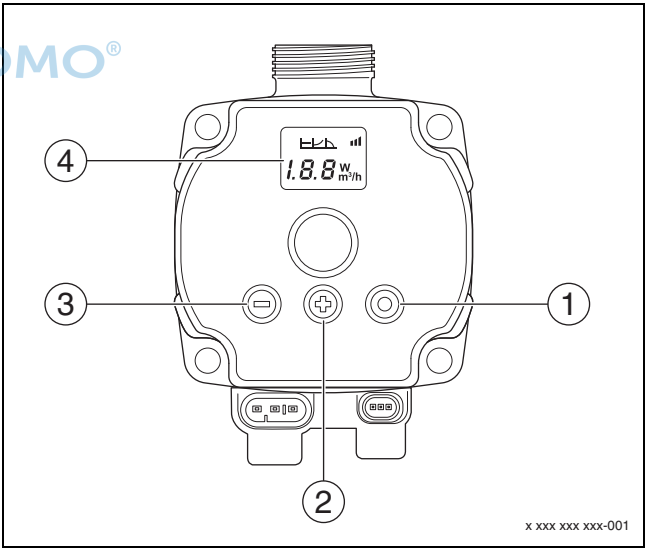

Fig. 7 Impostazioni pompa Calio SI 25-80 HP PWM
- Premere l'interruttore (→ fig. 7 [1]) per attivare il display (→ fig. 7 [4]) dalla modalità di attesa.
3. Per impostare il valore nominale, premere l'interruttore (+) o (-) (→ fig. 7 [2] e [3]) finché ON. Appare il segnale analogico 0-10 V.
4. Per accettare il valore nominale impostato, premere l'interruttore (→ fig. 7 [1]).